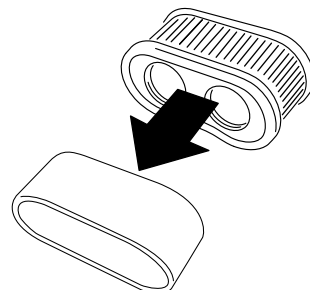

Bild 42
5. Trennen Sie den Schaumstoff- und Papiereinsatz (Bild 42).